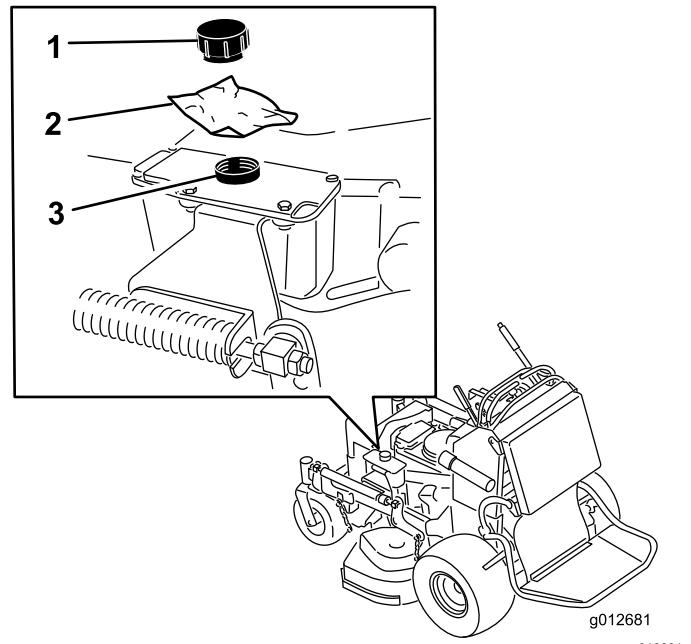

図 28
6. 油圧タンクのキャップを外し、タンクの口にビニルやポリエチレンなどを被せて、その上からキャップを取り付ける図 28。
10. 燃料タンクの口に取り付けたビニル片を取り除く図 28。